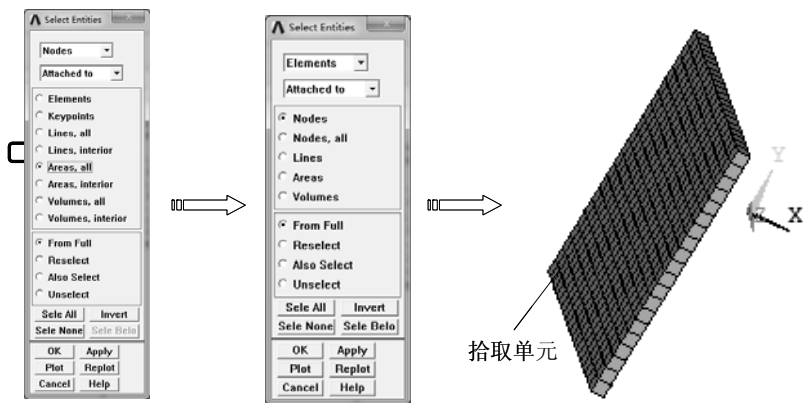

图 8-103 拾取单元
3) 在 “Select Entities” 对话框，选择拾取对象为 “Nodes”，拾取方式为 “Attach to”，选择 “Areas, all”，单击 “Apply” 按钮拾取，然后选择拾取对象为 “Elements”，拾取方式为 “Attach to”，选择 “Nodes”，单击 “Apply” 按钮拾取，单击 “Plot” 按钮显示所选取的单元，如图 8-103 所示。单击 “Cancel” 按钮关闭对话框。